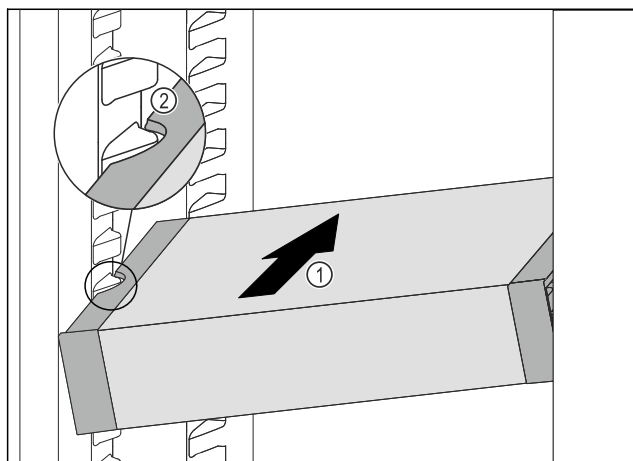

Fig. 119
- Împingeți VarioSafe oblic în frigider Fig. 119 (1), până când degajările laterale Fig. 119 (2) ale VarioSafe se află la înălțimea nervurii recipientului din frigider.